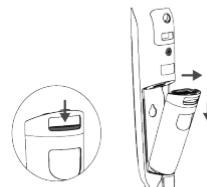

рис. 5
1. Нажмите кнопку разблокировки резервуара. Потяните резервуар на себя, чтобы вынуть его. (рис. 5).